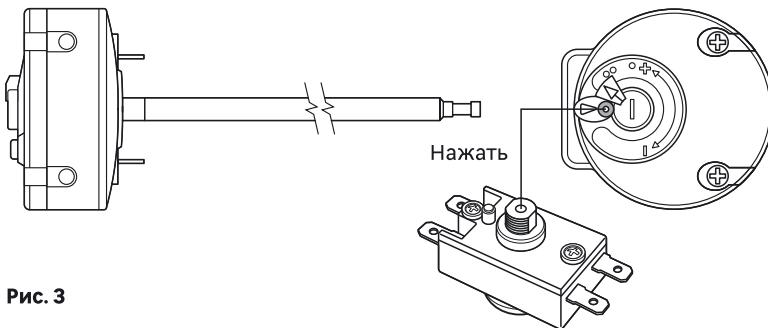

Рис. 3
Регулировка температуры воды во внутреннем баке осуществляется с помощью ручки терморегулятора (10), расположенной на защитной крышке водонагревателя. Термостат также содержит термовыключатель – устройство защиты ЭВН от перегрева, которое отключает ТЭН от сети при превышении температуры воды выше +95°C ( $\pm 5^\circ\text{C}$ ). В процессе эксплуатации корпус ЭВН может нагреваться. Срабатывание термозащиты водонагревателя не является его неисправностью. Возврат водонагревателя в рабочее состояние осуществляется нажатием на шток термовыключателя, расположенного под защитной крышкой ЭВН (Рис. 3).
Сработал или не включен термовыключатель	Отключить ЭВН от сети, снять защитную крышку, нажать до щелчка кнопку термовыключателя (Рис. 3), установить крышку и включить питание